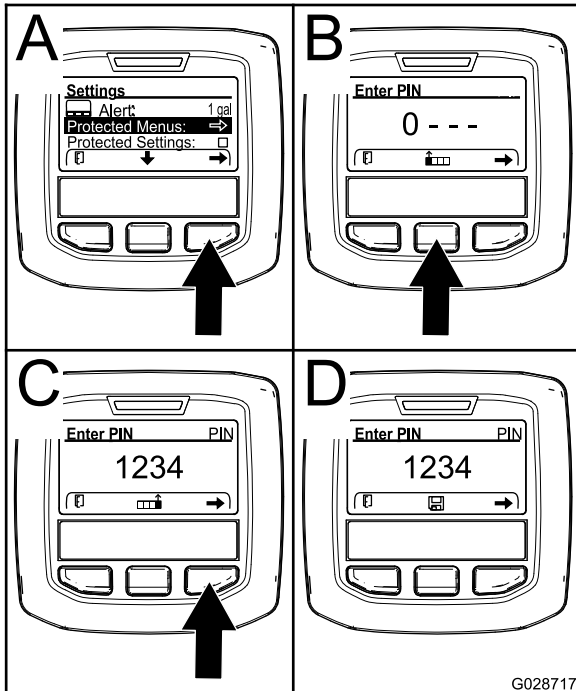

Figura 71
4. Pulse el botón de selección derecha para seleccionar Menús protegidos (Figura 71 A).
- Pulse el botón de selección central (Figura 71 A) para aumentar el valor numérico (de 0 a 9).
- Pulse el botón de selección derecha (Figura 71 C) para mover el cursor hasta la siguiente posición numérica a la derecha.
**Nota:** Aparece el icono Guardar encima del botón de selección central (Figura 71 D).